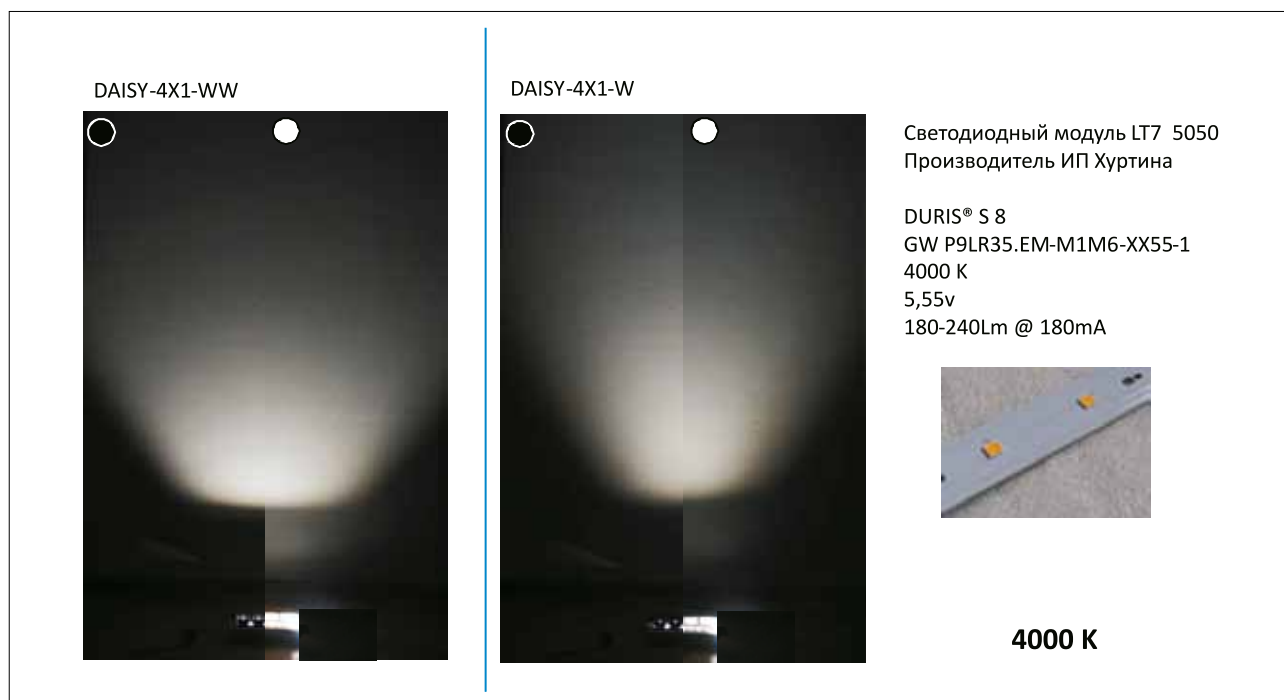

Рис. 10. Результаты работы платы LT7 5050 (4000K)
- LT7 5050 (4000K) с одним белым светодиодом Osram Duris S8 под каждой линзой (рис. 10). Третьим номером посмотрим, как работает плата компании «SVT-светотроника»: